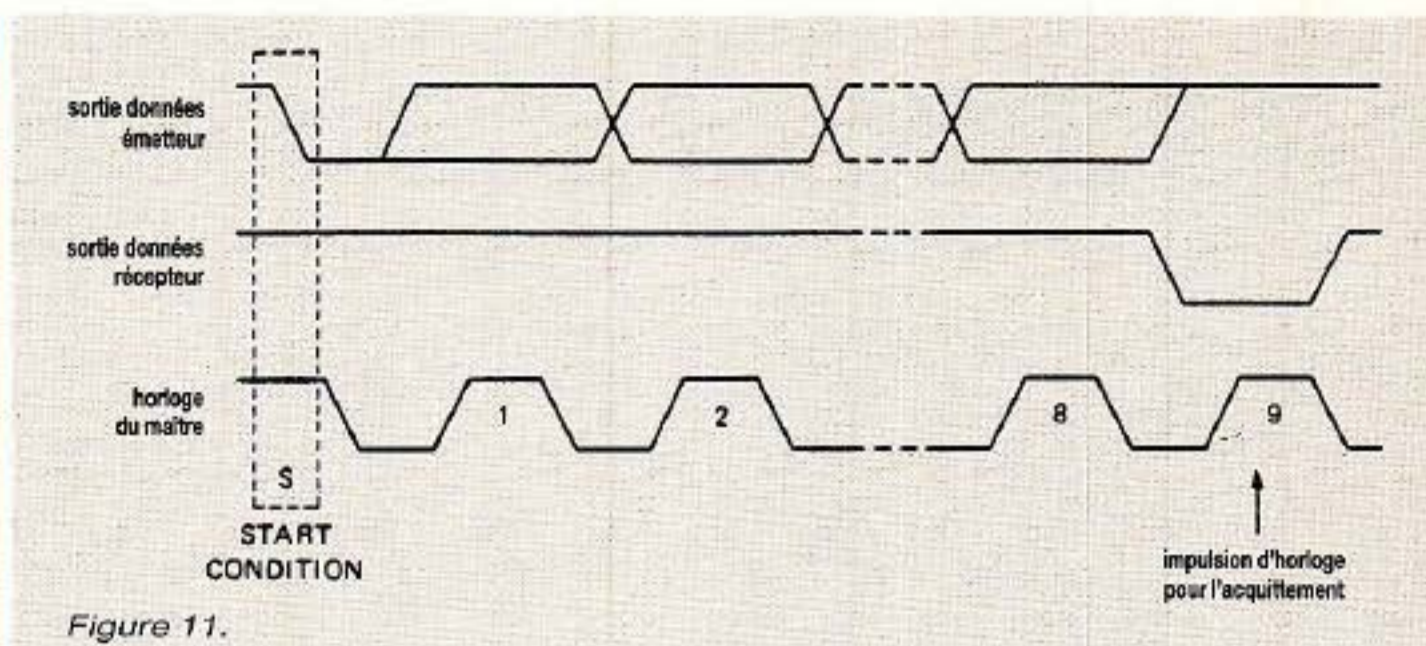

Figure 11.
2) l'impulsion d'horloge (la 9e) pendant laquelle le composant récepteur devra renvoyer au maître son acquittement est engendrée par le maître qui a lui-même le contrôle du bus. (figure 11).